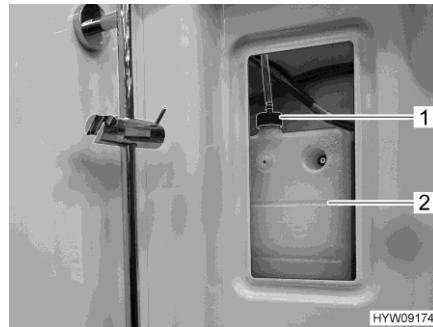
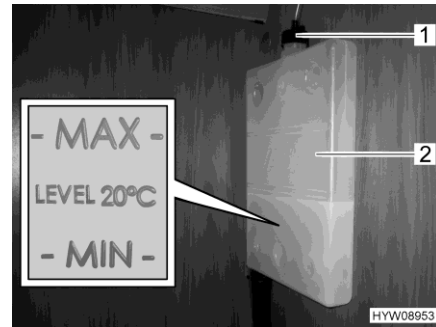

Bild 220 Ausgleichsbehälter (Warmwasser-Heizung)
Bild 221 Markierung "MIN/MAX"
- Abdeckung für Ausgleichsbehälter (Bild 220,2) rechts oben in der Dusche abnehmen.
- Prüfen, ob am Ausgleichsbehälter (Bild 221,2) die Flüssigkeit zwischen den Markierungen "MIN" und "MAX" (Bild 221) steht.
- Am Ausgleichsbehälter den Drehverschluss (Bild 220,1 oder Bild 221,1) aufdrehen.